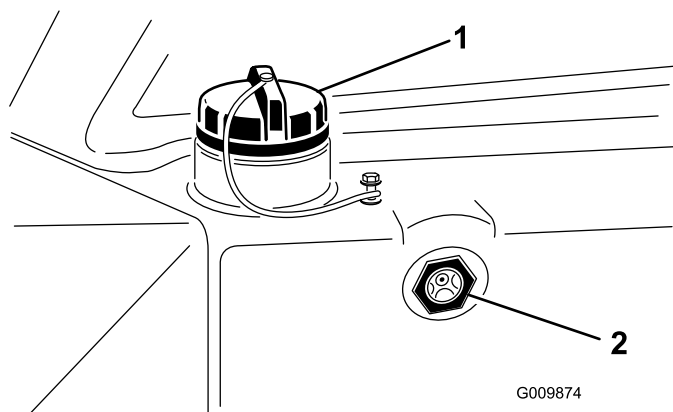

Figura 29
2. Controllate il livello del fluido attraverso la spia di livello (Figura 29).
4. Se il livello del fluido non è almeno alla base della spia quando è freddo, togliete il tappo del serbatoio del fluido olio idraulico (Figura 29) e rabboccate lentamente il serbatoio con fluido idraulico di prima qualità fino alla base della spia di livello. **Non riempite troppo.**